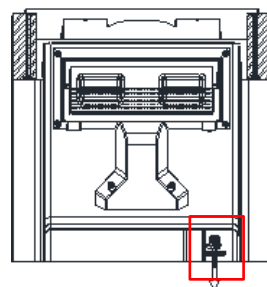

Fig. 4
7. Vous pouvez tirer sur le bouchon de vidange (Fig. 4) pour vidanger la solution d'eau nettoyée.